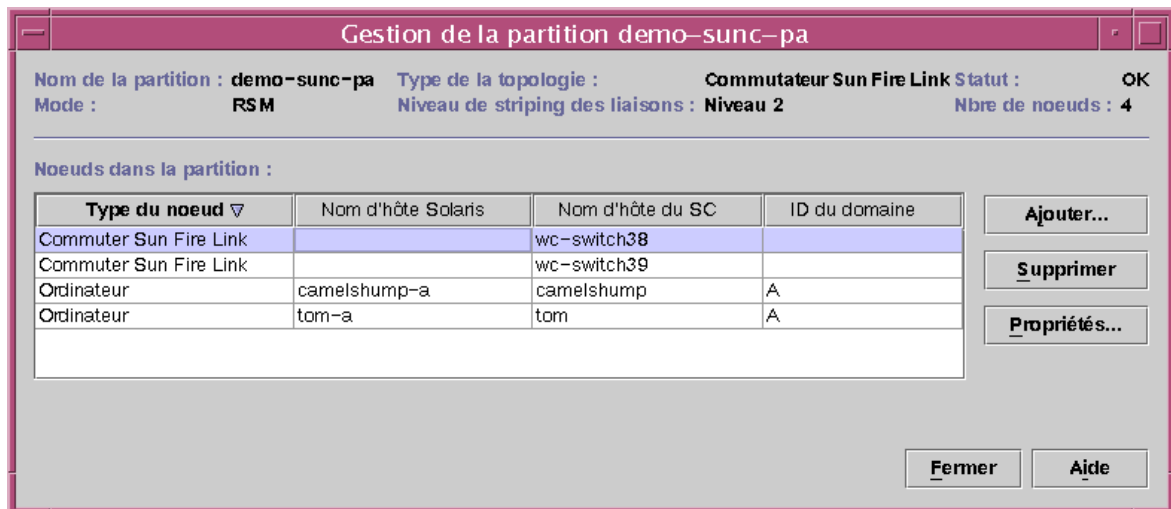

FIGURE 7-1 Boîte de dialogue Gestion de la partition affichant la liste des noeuds dans la partition sélectionnée
4. Dans la boîte de dialogue Gestion de la partition, sélectionnez les noeuds et les commutateurs que vous voulez supprimer. Voir la FIGURE 7-1.